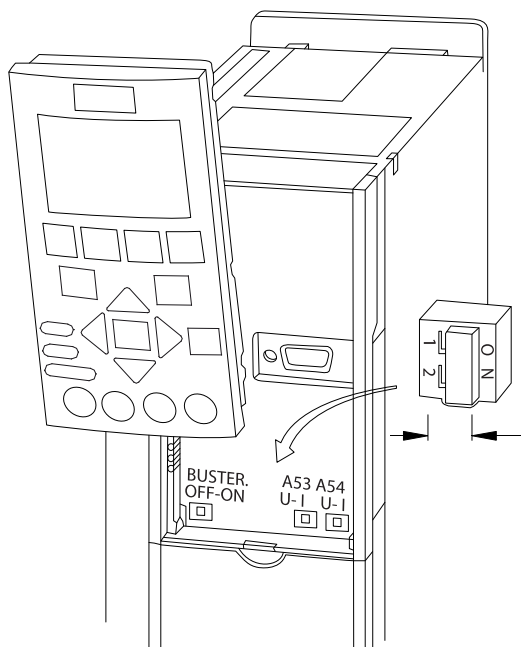

Рисунок 4.11 Расположение переключателей клемм 53 и 54
1. Снимите LCP (см. Рисунок 4.11).